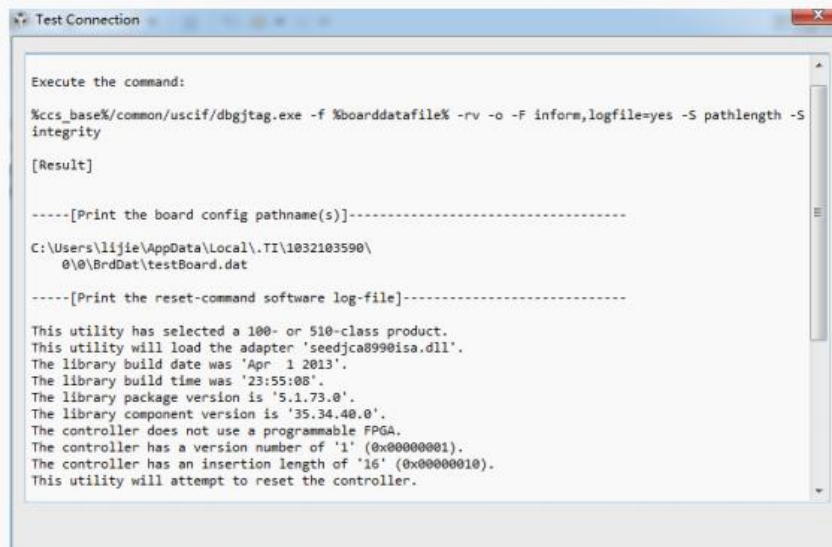

图1-6
- 9) ①选择正确的仿真器； ②选择TMS320F28335； ③点Save； ④确保pc与开发板正确连接⑤点test connection，如果出现图1-6所示，打印出仿真器相关信息，则说明仿真器配置正确，至此就可以开始编程学习DSP（此处会在最后报错，但程序能够正确下载）